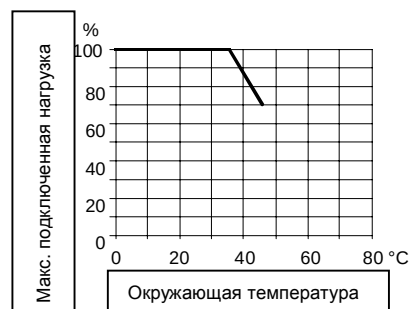

Рисунок 3. Макс. подключаемая нагрузка, в зависимости от окружающей температуры
- Если устройство устанавливается внутри напольных покрытий, или используется для верхней или горизонтальной установки, то в этом случае максимальная подключенная мощность снижается (см. рисунок 3).